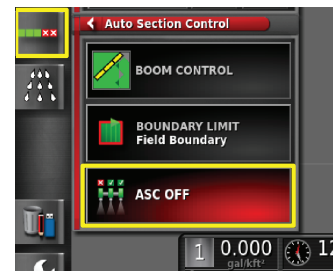

Bild 13
4. Vergrößern Sie den Konfigurationsbildschirm Auto Section Control (ASC) und tippen Sie auf ASC ON (Bild 13).